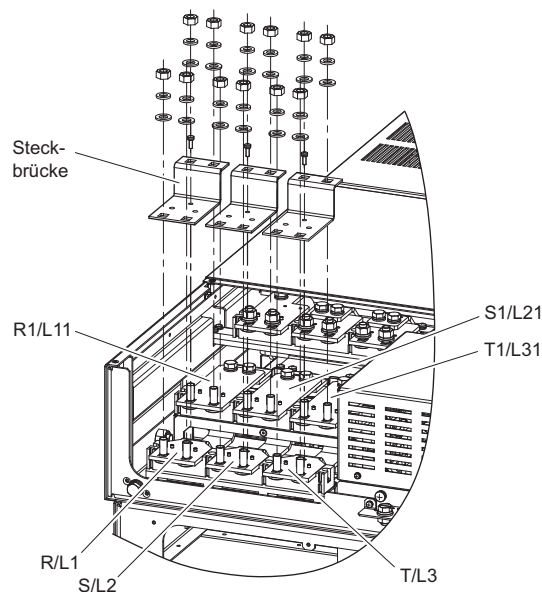

Abbildung 3.2 Entfernen der Steckbrücke
- Entfernen Sie die M5 Schrauben und anschließend die Steckbrücken für den Betrieb mit 12-Puls Gleichrichtung wie in **Abbildung 3.2** dargestellt.